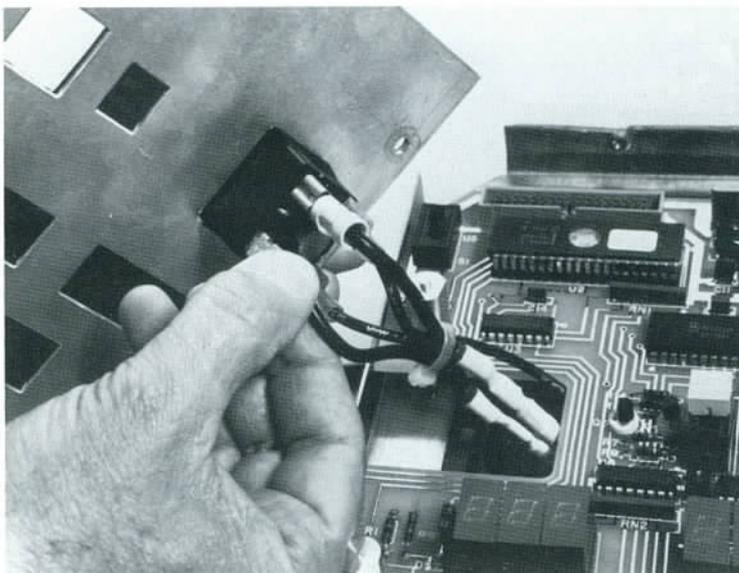

Abb. 3.10
- Die 4 Steckkabel aus den Anschlußbuchsen der „EIN/AUS“-Taste ziehen (Abb. 3.10).